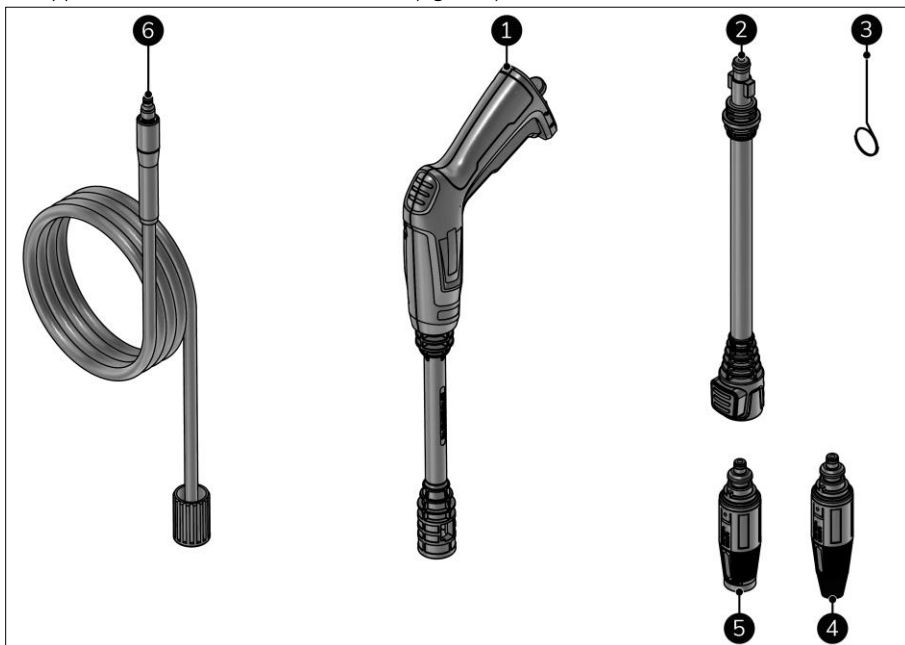

Figure 5
Cet appareil inclut les accessoires suivants (figure 5) :
1. Tenez le pistolet à jet (figure 5, pos. 1) à deux mains.